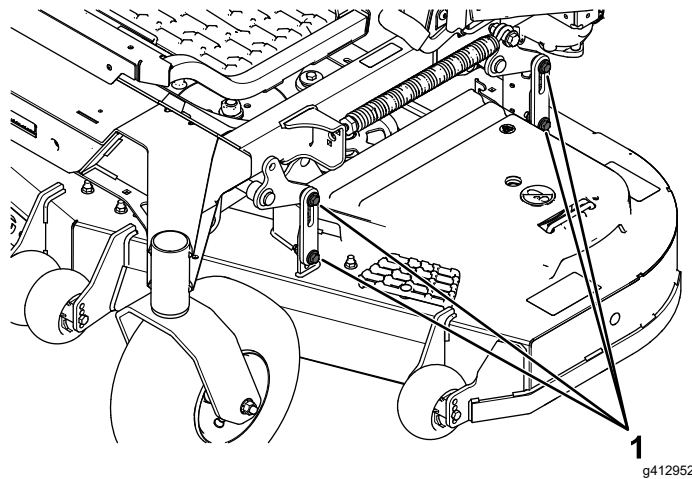

Figura 87
16. Afloje las contratueras (Figura 87) en las 4 esquinas y asegúrese de que la carcasa de corte queda bien asentada sobre los 4 bloques.